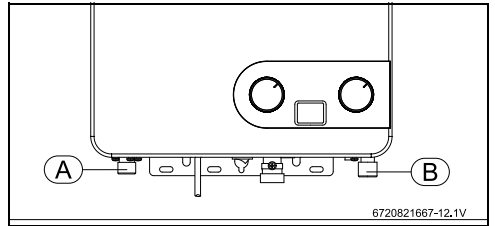

Fig. 14 Conexión del agua
- Identificar el tubo de agua fría (Fig. 14, ítem B) y el tubo de agua caliente (Fig. 14, ítem A), para evitar cualquier conexión equivocada.